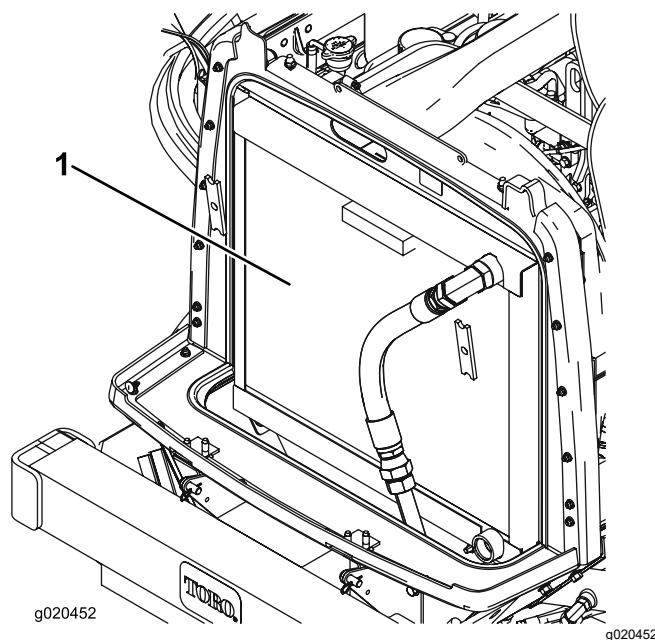

Figure 110
3. Nettoyez soigneusement les deux côtés du radiateur/refroidisseur à l'air comprimé (Figure 110).